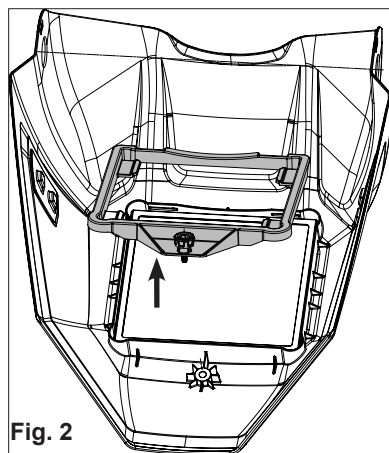

Fig. 2
2. Swing the outer bezel outward to release the inner bezel from the face shield (**Fig. 2**).
2. Faites pivoter la lunette extérieure vers l'extérieur pour dégager la lunette intérieure de la visière (**Fig. 2**).
2. Gire el bisel exterior hacia fuera para liberar el bisel interior de la pantalla facial (**Fig. 2**).